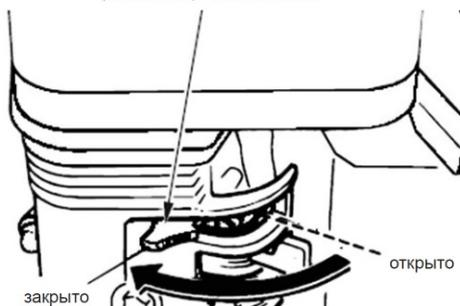

Рис.31
- Установите рычаг воздушной заслонки в положение Закрыто (Рис.31).
1. Откройте топливный кран, переместив рычаг топливного крана в рабочее положение (ON).
2. Установите рычаг воздушной заслонки в положение Закрыто (Рис.31).